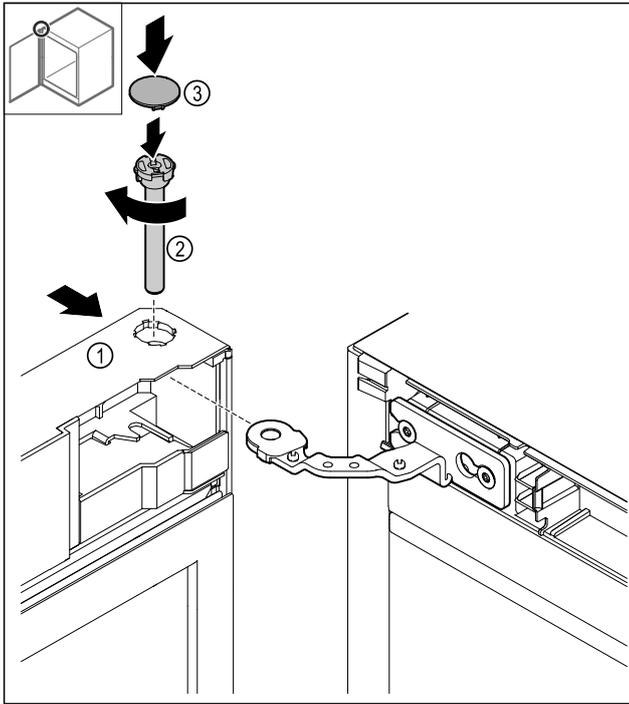

Fig. 50
- ▶ Spingere la porta Fig. 50 (1) in alto sulla cerniera.
- ▶ Inserire i bulloni e Fig. 50 (2) fissarli ruotandoli in senso orario.
- ▶ Applicare la copertura Fig. 50 (4).